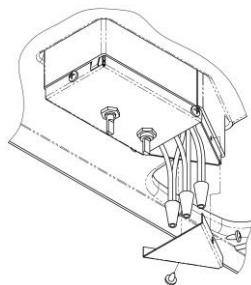

Figure 8
- D. Raccordez le fil d'alimentation noir à la queue de cochon noire, le fil d'alimentation blanc à la queue de cochon blanche et le fil de mise à la masse d'alimentation à la queue de cochon verte située dans la boîte de raccordement avec les 3 marettes fournies. Fixez les marettes aux fils de façon professionnelle avec du ruban isolant homologué U.L. (voir Figure 8).
- E. Enfoncez les fils d'alimentation et les marettes dans la boîte de raccordement en évitant de pincer les fils, fixez la boîte de raccordement avec les deux vis fournies (voir Figure 8).